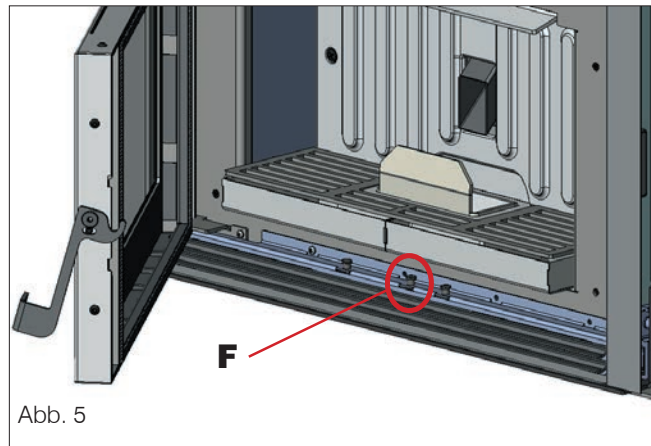

Abb. 5
- Die Tür öffnen und die Haltevorrichtung der Gleitführung anheben (F - Abb. 5).